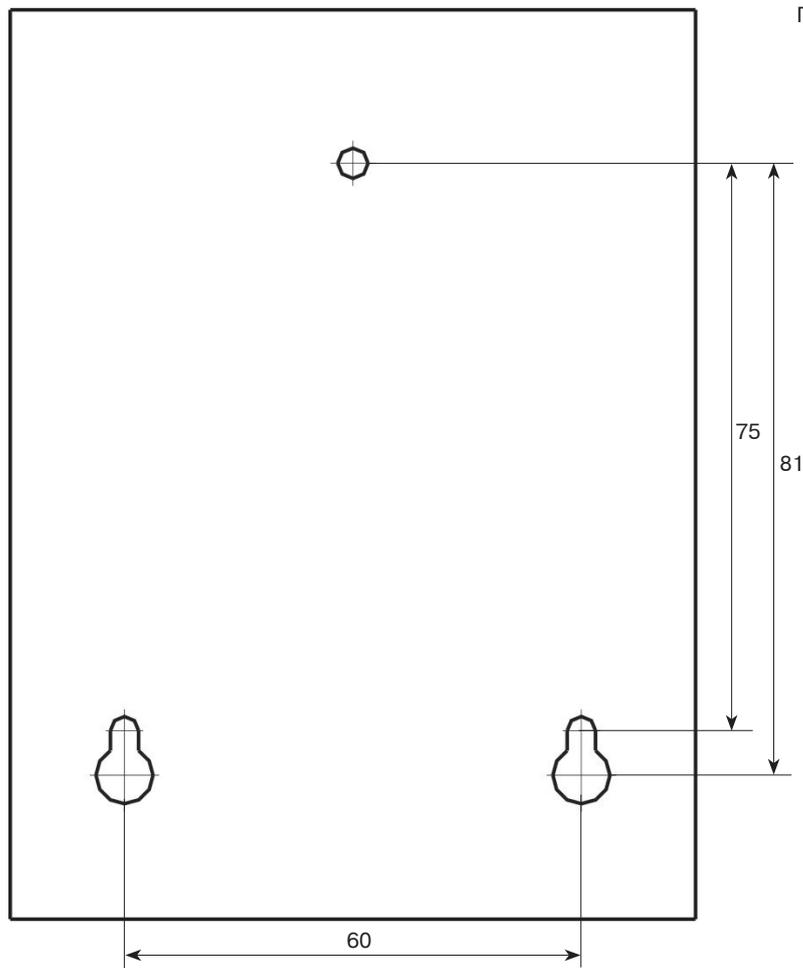

Рисунок 5
4.2 После выбора места установки вскройте корпус ВУПС-К, аккуратно отсоединив плоской отверткой основание от крышки (поз. А). Используйте шаблон (см. рис. 5), разметьте места крепления ВУПС-К. При необходимости установите дюбели, вверните два нижних шурупа. Проденьте кабель через окно в основании и уложив его в канал (поз. Б), закрепите основание, закрутив третий шуруп. Зачистите и зажмите концы кабеля в клеммной колодке (подключения ВУПС-К к УОО см. п. 5 Подключение). Установите на основание крышку с закрепленной платой.